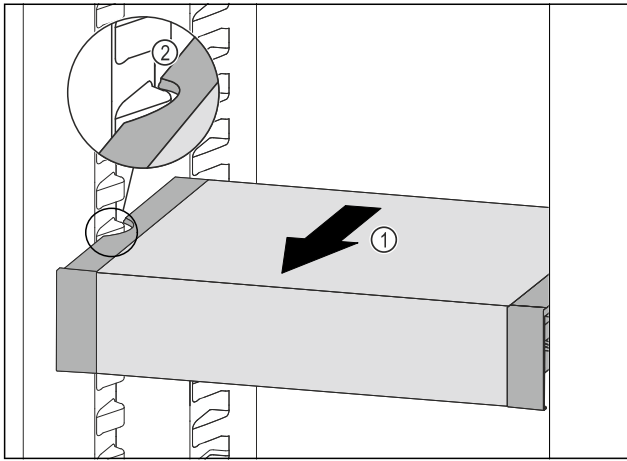

Fig. 72
- ▶ Тяните VarioSafe вперед Fig. 72 (1), пока боковые выемки VarioSafe не окажутся на высоте выступа резервуара в холодильном отделении. Fig. 72 (2)